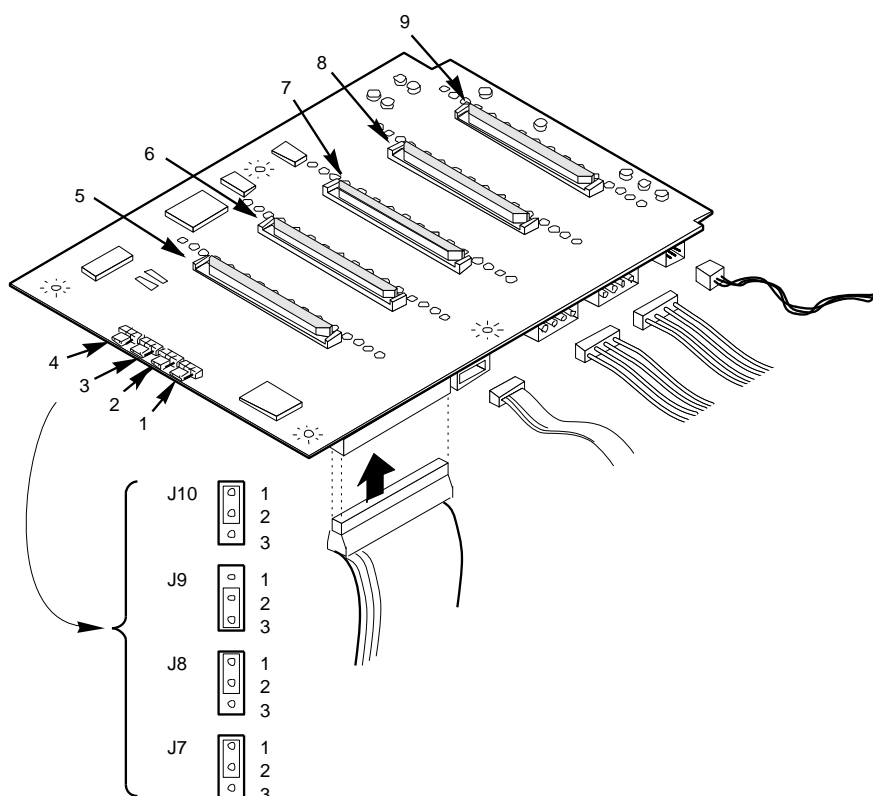

Abb. 6-2. SCSI Rückwand
Siehe Abbildung 6-2.
2. Die Steckbrücken befinden sich parallel zu der hot-docking Rückwandoberfläche, siehe Abbildung 6-2. Zum Entfernen einer Brücke verwenden Sie ein Brückenentfernungs-Werkzeug.